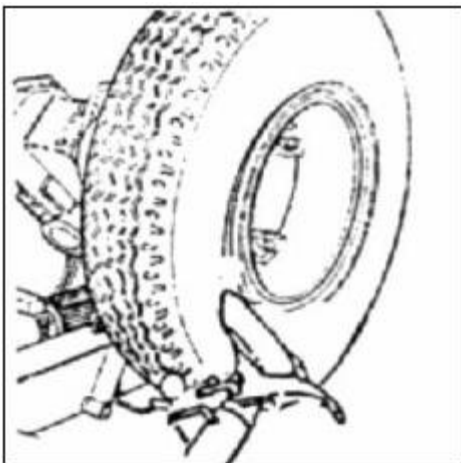

Рис. 22
- 3) Установите диск отжима борта вровень с ободом колеса (как показано на Рис. 22)